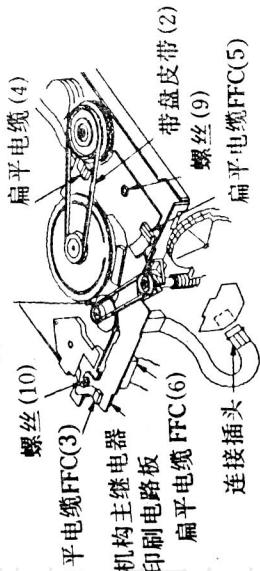
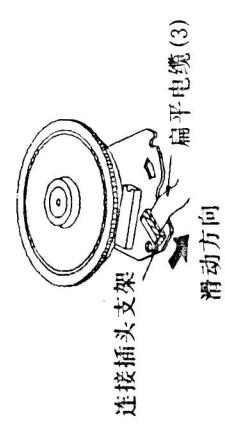

图63
图64
(16) 主导轴马达的拆装
步骤: ①将录像机倒置,如图63所示,取下F/L皮带、带盘皮带、凸轮开关的扁平电缆插头FFC3(3)、机构副印刷电路板的扁平电缆插头FFC5(5);
②将录像机置于正常位置,取下单元主电路板上的扁平电缆FFC6(6),然后按下从机构主继电器电路板到F/L的连接插头扩展线;
③旋下螺丝(9)和(10),并取下机构主继电器电路板[注意螺丝(9)和(10)不一样,不能互换使用];
④如图64所示,沿箭头所示方向滑动连接插头支架,从主导轴马达上取下扁平电缆FFC3(3);